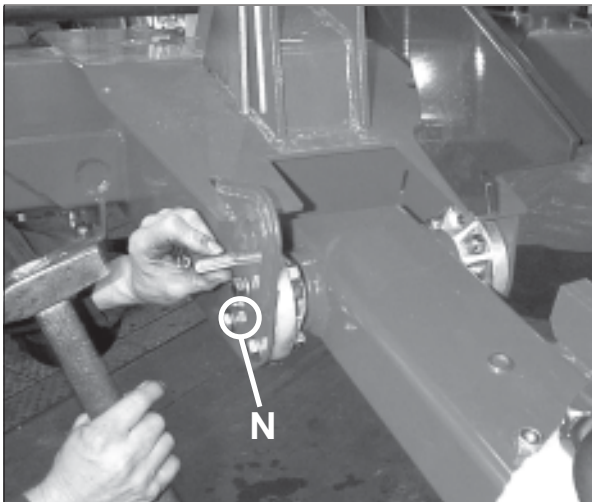

Bild 3-7
Die Alulagergehäuse (A) aus dem Beutel G auf den Bolzen des Hubarms aufstecken (Schraubfläche aussen) und den Hubarm in die Traverse am Rahmen einführen (auf Markierung „Links“ achten). Anschließend die Löcher ausrichten und die Schrauben M12x45 mit Scheiben stecken und Mutter M12 ansetzen. Anschließend jeweils zwei Spannstifte 13x36 einschlagen und mit Schrauben M8 sichern, Schrauben festziehen und Schmiernippel (N) anbringen (Bild 3-7).